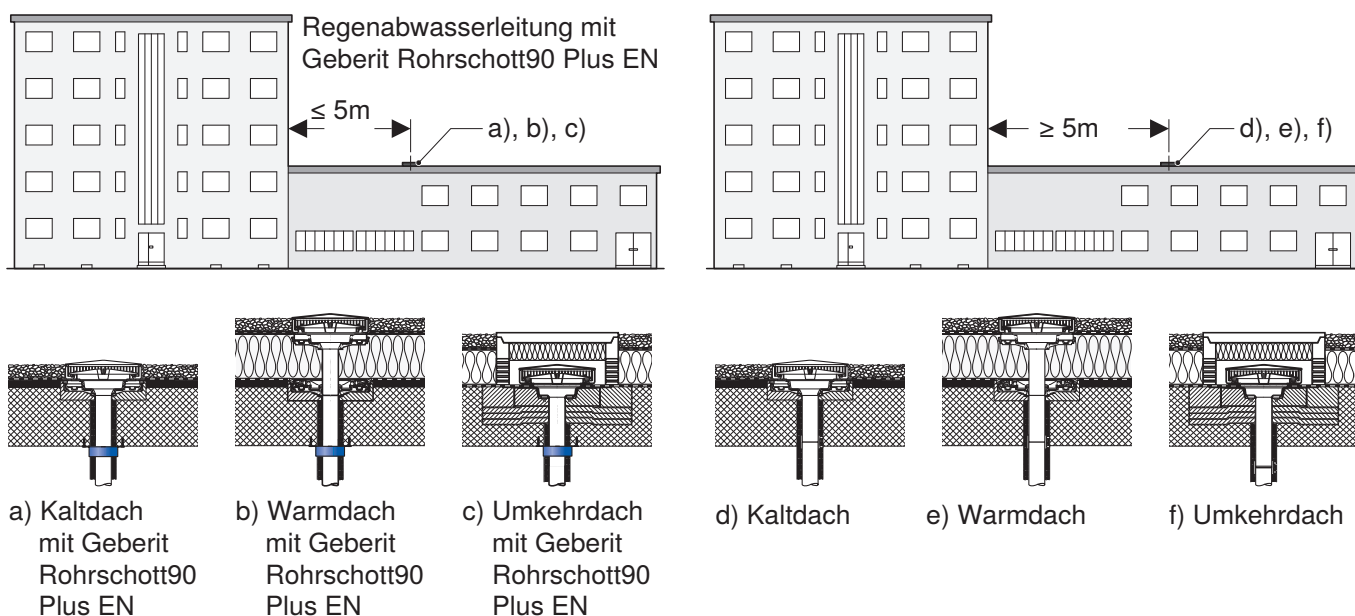

Abbildung 5: Brandschutzanforderungen bei Flachdächern
- bei Flachdächern, an die eine nach oben gehende Gebäudewand mit Öffnungen, z. B. Fenster, im Abstand von weniger als 5 m anschließt (→ Abbildung 5).